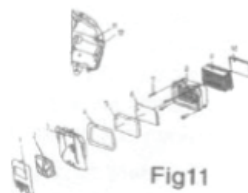

Fig. 11
1. Curățirea și întreținerea filtrului de aer Praful acumulat pe filtrul de aer poate afecta performanța motorului, poate mări consumul de combustibil și poate îngreuna pornirea. De aceea, este important ca întreținerea să fie efectuată cu regularitate. Frecvența acesteia depinde de condițiile lucrărilor de tăiere, dacă materialul este tăiat în regim umed și uscat (consultați graficul de întreținere. A se vedea Fig. 11.